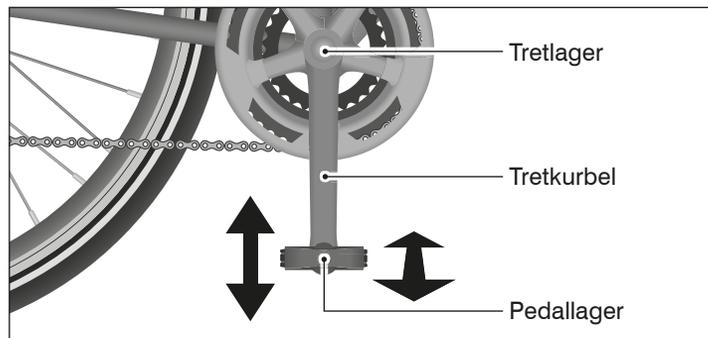

Abb.: W-6 Tretlager, Tretkurbel und Pedal mit Pedallager.
1. Fassen Sie den Gegenhalter an und prüfen Sie, ob er fest am Hinterbau-Unterrohr sitzt (siehe Abb.: W-6).
- Beobachten Sie dabei, ob sich die Tretkurbel, das Tret- oder Pedallager seitlich bewegen (siehe *Abb.: W-6*).